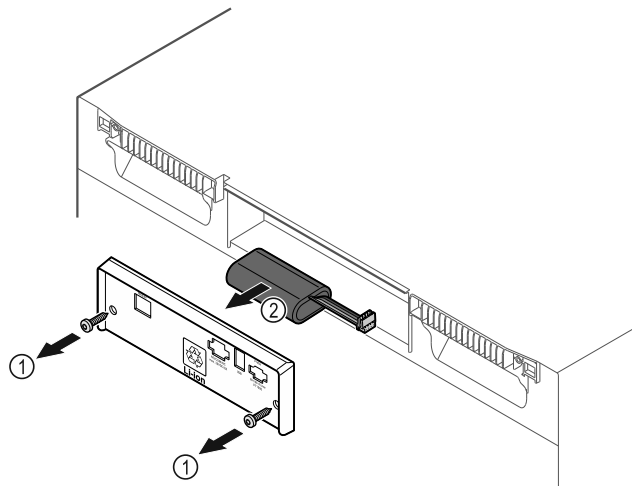

Fig. 186
- ▶ Открутите винты и снимите крышку с задней стороны устройства Fig. 186 (1).
- ▶ Отсоедините и извлеките аккумуляторную батарею Fig. 186 (2).